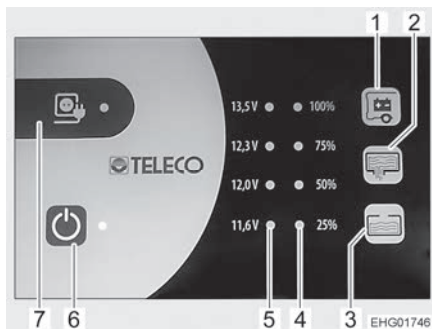

Fig. 105 Panneau de contrôle (TP 310) (illustration similaire)
La DEL jaune près du symbole de raccordement électrique "⚡" (Fig. 105,7) est allumée quand le véhicule est raccordé à une tension réseau externe. La DEL reste allumée quand le panneau de contrôle est éteint.
- Pour des raisons de sécurité, l'interrupteur principal 12 V (Fig. 105,6) ne peut pas être mis en marche lorsque le moteur du véhicule est en marche, afin d'empêcher toute manipulation du panneau de contrôle pendant la conduite.
L'interrupteur principal 12 V (Fig. 105,6) établit ou coupe le panneau de contrôle et l'alimentation 12 V de la cellule.
- Appuyer sur l'interrupteur "⏻" (Fig. 105,6) : L'alimentation 12 V de la cellule est assurée. La DEL s'allume en vert.
- Appuyer de nouveau sur l'interrupteur "⏻" (Fig. 105,6) : L'alimentation 12 V de la cellule est coupée. La DEL s'éteint.
L'échelle DEL (Fig. 105,5) indique la tension de la batterie de cellule comme suit :
- Appuyer sur la touche "  " (Fig. 105,1) : La tension de la batterie de cellule est affichée.
L'échelle DEL (Fig. 105,4) indique le niveau de remplissage du réservoir d'eau fraîche ou de celui d'eaux usées.
Appuyer sur la touche "☰" (Fig. 105,2) : Le niveau de remplissage du réservoir d'eau fraîche est indiqué par les DEL allumées.
Appuyer sur la touche "☷" (Fig. 105,3) : Le niveau de remplissage du réservoir d'eaux usées est indiqué par les DEL allumées.